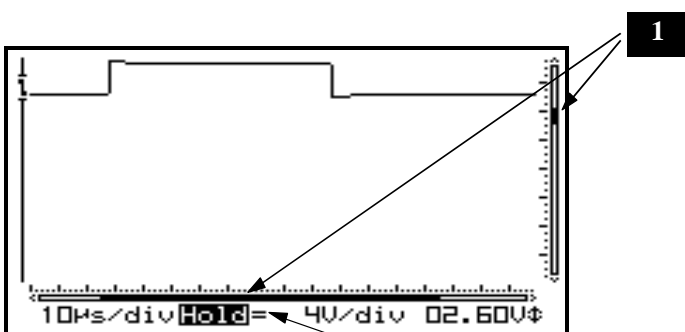

Fig 30
Una barra negra (1) indica la posición relativa de la señal en la pantalla de muestra. (Fig. 30)